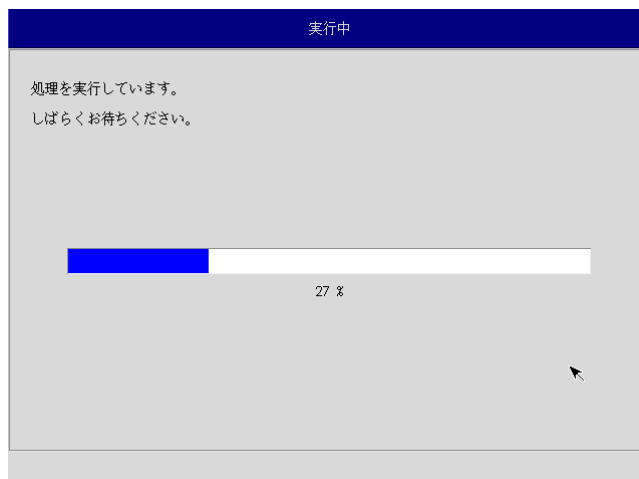

図 5-3-7. 実行中画面
- ⑫ 実行中画面（図 5-3-7）が表示され、処理が開始されます。実行中はリカバリ USB、バックアップ USB を外さないでください。また、電源を落とさないようにしてください。